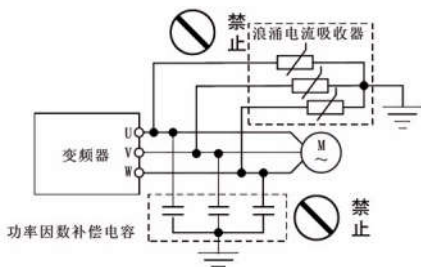

图1-3
- 由于变频器的输出电压是 PWM 脉冲波,因此在其输出端请不要安装电容或浪涌电流吸收器(如压敏电阻),否则将会导致变频器出现故障跳闸,甚至功率元器件的损坏。如已有安装的,请务必拆除。见图 1-3 所示。